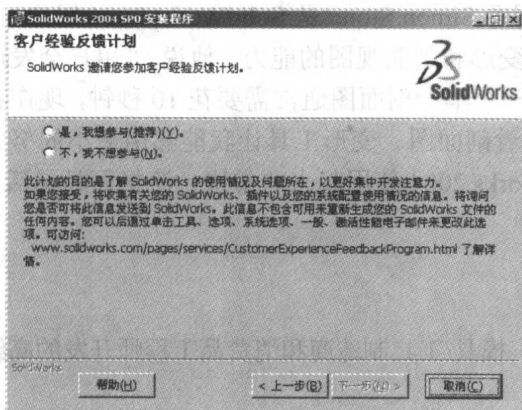

图 1-8
7. 选择是否提供反馈信息给厂商，单击【下一步】，如图 1-8。